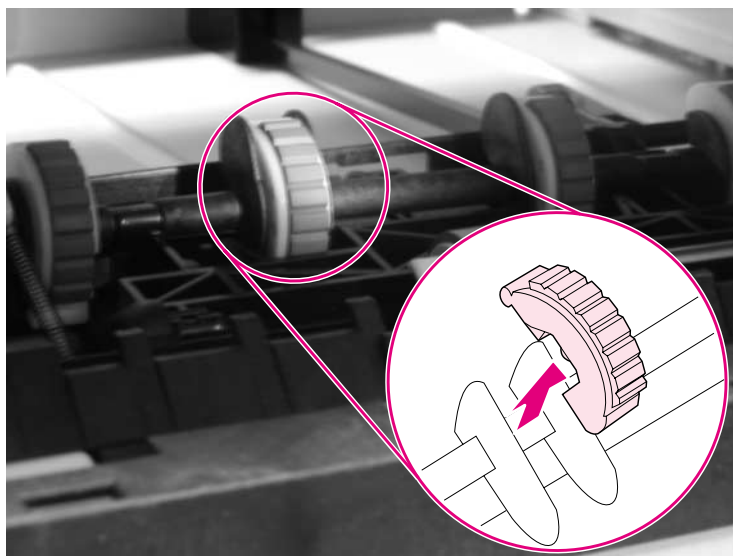

Figure 14 Retrait des rouleaux d'entraînement du bac optionnel de 500 feuilles
- 3 Faites pivoter de 90 degrés l'axe des rouleaux d'entraînement pour les en retirer complètement (figure 14).